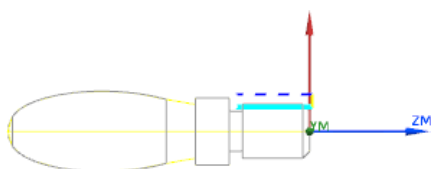

图 4.28 刀路轨迹
Step1. 单击“螺纹 OD”对话框中的“生成”按钮 ，生成刀路轨迹如图 4.28 所示。